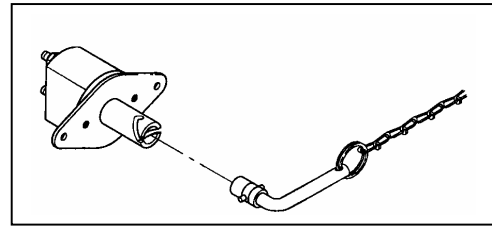

Bild 12 Hauptschalter
Der Hauptschalter (Bild 12) schaltet die Spannung der Scherenarbeitsbühne an und aus.
- 1 Stellen Sie den Hauptschalter an (Bild 12) (Griff einen viertel Schlag nach rechts).
- 4 Stellen Sie den Hauptschalter (Bild 12) aus (Griff einen Viertel Schlag nach links).